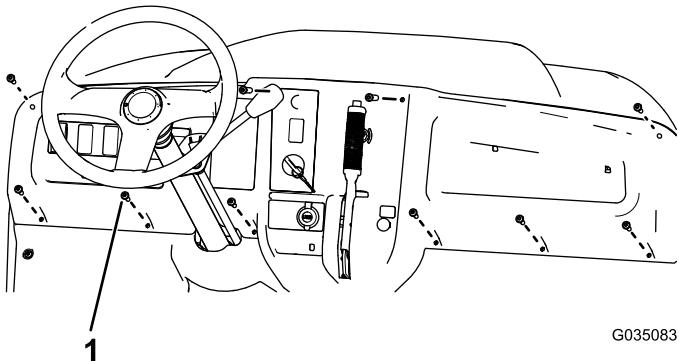

图1
1. 从仪表上卸下 10 个螺丝 (1/4 x 1-1/4 英寸) (图1)。